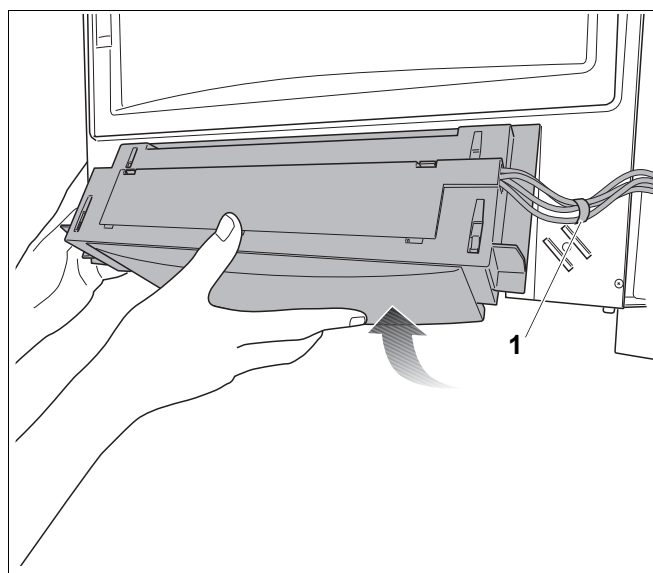

Bild 126 Ta bort manöverpanelen
- Lossa kabelbindaren (bild 126, pos. 1).
- Ta bort manöverpanelen (bild 126).